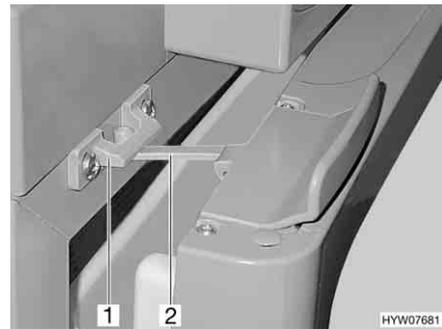

Bild 160 Kühlschranktür in Lüftungsstellung (Thetford)
- Verriegelung (Bild 160,2) aufklappen und in der Verriegelungsaufnahme (Bild 160,1) einrasten. Die Kühlschranktür bleibt damit leicht geöffnet.